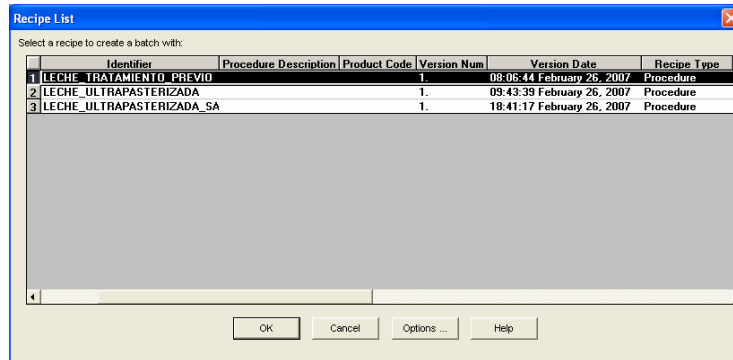

Figura 28. Recipe List
- Hacer clic en el botón Add de la barra de botones de comando. Al hacer clic se abre el listado de recetas disponibles tal como se muestra en la figura 28.